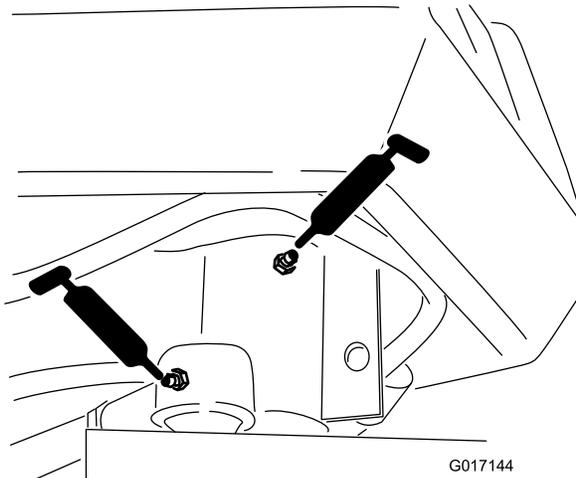

Figure 30
- Axe de fourche de direction (1) (Figure 30)
- Extrémité de tige de vérin de direction (Figure 30)